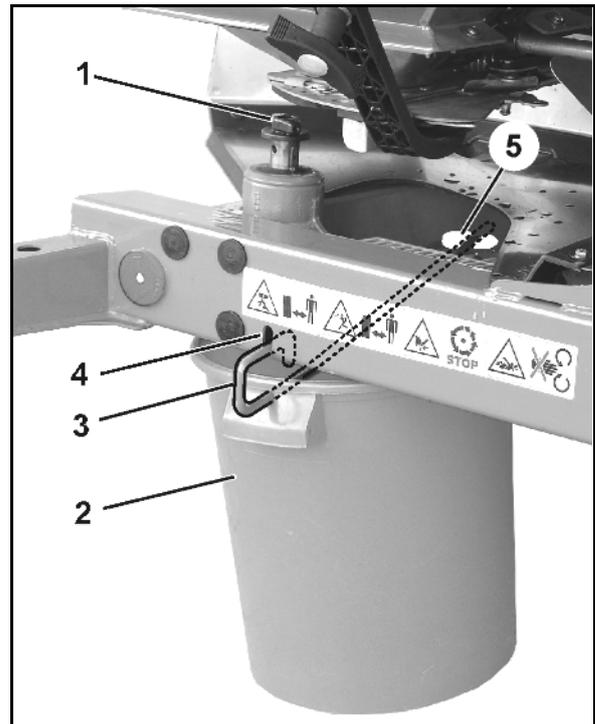

Fig. 60
2. Desserrez les écrous à ailettes (Fig. 60/2).
3. Recherchez sur l'échelle graduée la valeur de réglage fournie par le tableau de réglage (Fig. 60/3).
4. Positionnez l'arrête de lecture (Fig. 60/4) de l'index des leviers (Fig. 60/5) sur la graduation fournie par le tableau de réglage ou par la disquette.
5. Resserrez à fond les écrous à ailettes (Fig. 60/2).